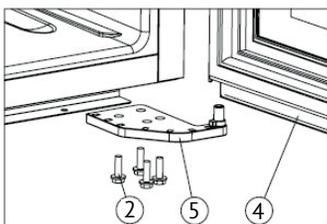

Рисунок 2
➔ Выкрутив винты М5*16 (2), снимите правую нижнюю петлю (5) (Рисунок 2).